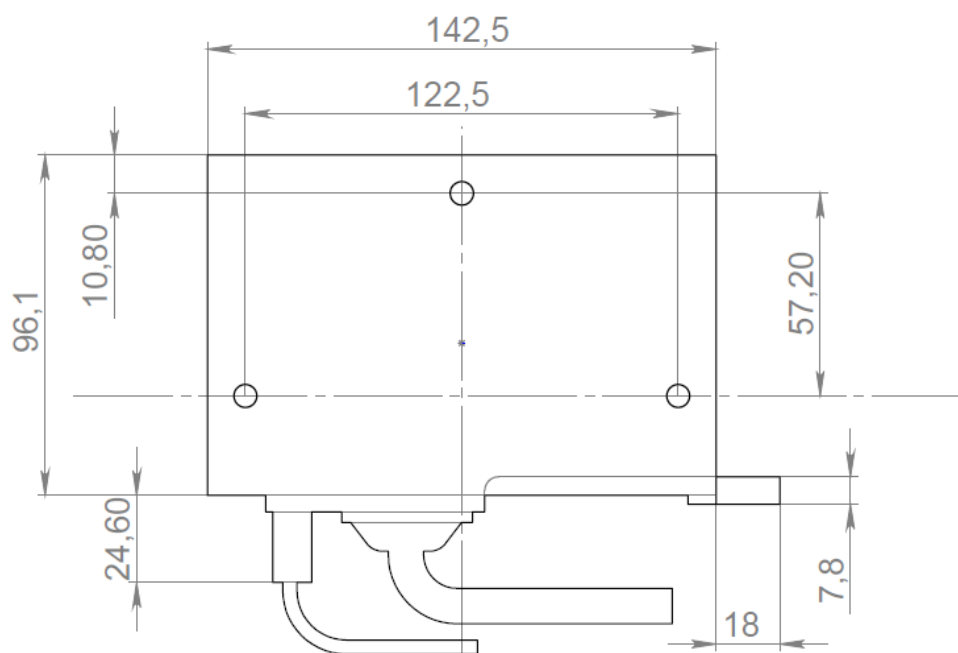

Рисунок 4.6
1. Место установки устройства должно быть выбрано, исходя из его габаритных размеров (рисунок 4.6), а также с учетом обеспечения требуемого пространства для удобного подключения разъемов и открытия отсека АКБ.